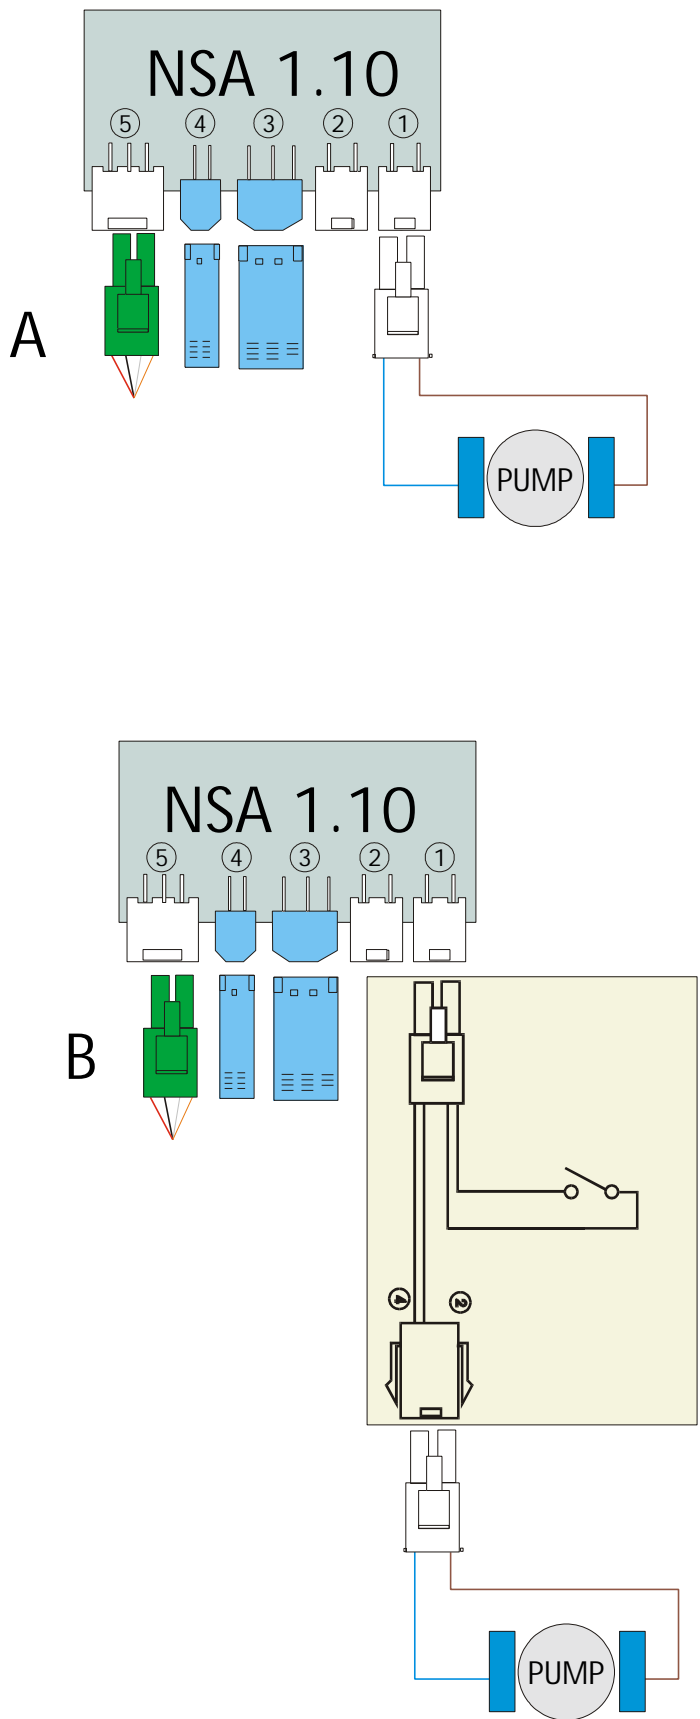

Figura 2 "Inserzione Cablaggio Comado Pompa"
- Sfilare il connettore della pompa inserito nel nodo (connettore 1 in Figura 2 A);
- connettere l'estremità libera del "Cablaggio Comando Pompa" al nodo nel connettore 1 (Figura 2 B).